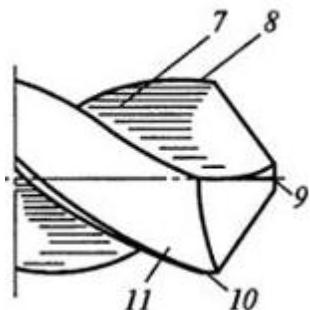

Рисунок 2.
2). В тетради схематично зарисуйте режущую часть сверла (рисунок 2):